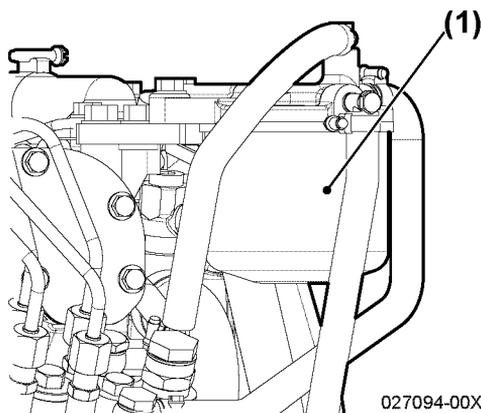

Abbildung 13
2. Patronenfilter (**Abbildung 13, (1)**) mit einem Filterschlüssel entfernen.